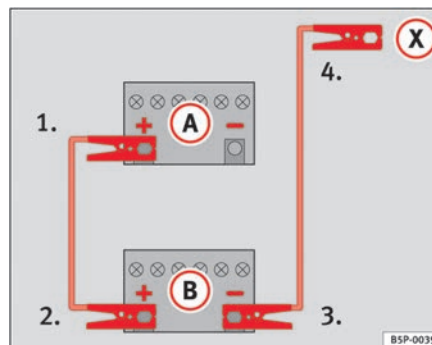

Abb. 171 Schema für das Anklemmen der Starthilfekabel
In der ⇒ Abb. 171 ist **A** die entladene Batterie und **B** die stromgebende Batterie.
1. Klemmen Sie ein Ende des roten Starthilfekabels an den Pluspol ⇒ Abb. 171 (+) des Fahrzeugs mit der entladene Batterie ⇒ ⚠.